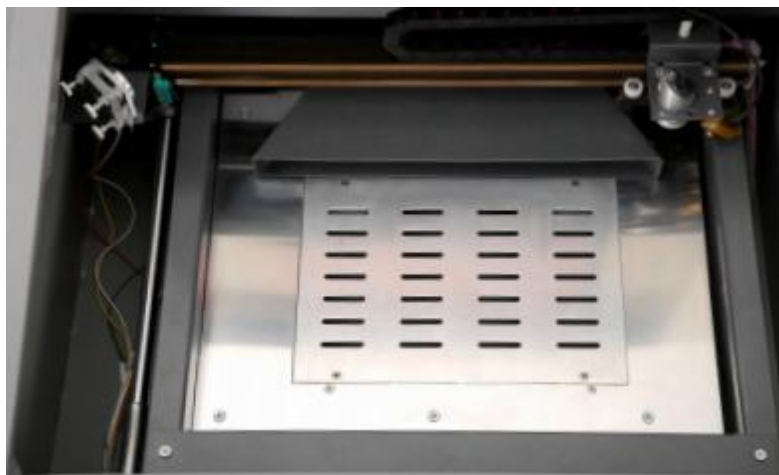

Bild 5-6 Der Dritte Spiegel in Position 2
- Wenn der zweite und dritte Spiegel in Position 1 gut ausgerichtet sind, bewegen Sie den dritten Spiegel vorsichtig entlang der Y-Achsen Führungsschiene, bis er sich in Position 2 (Bild 5-6) weit vom zweiten Spiegel entfernt befindet.